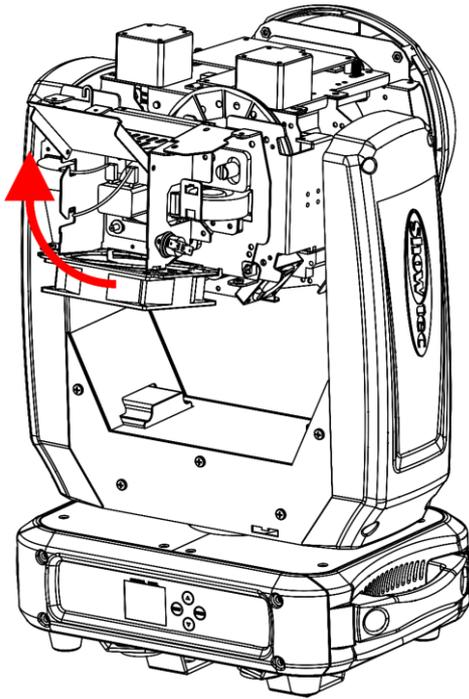

Fig. 19
- 03) Aprire l'alloggiamento della lampada (Fig. 19).